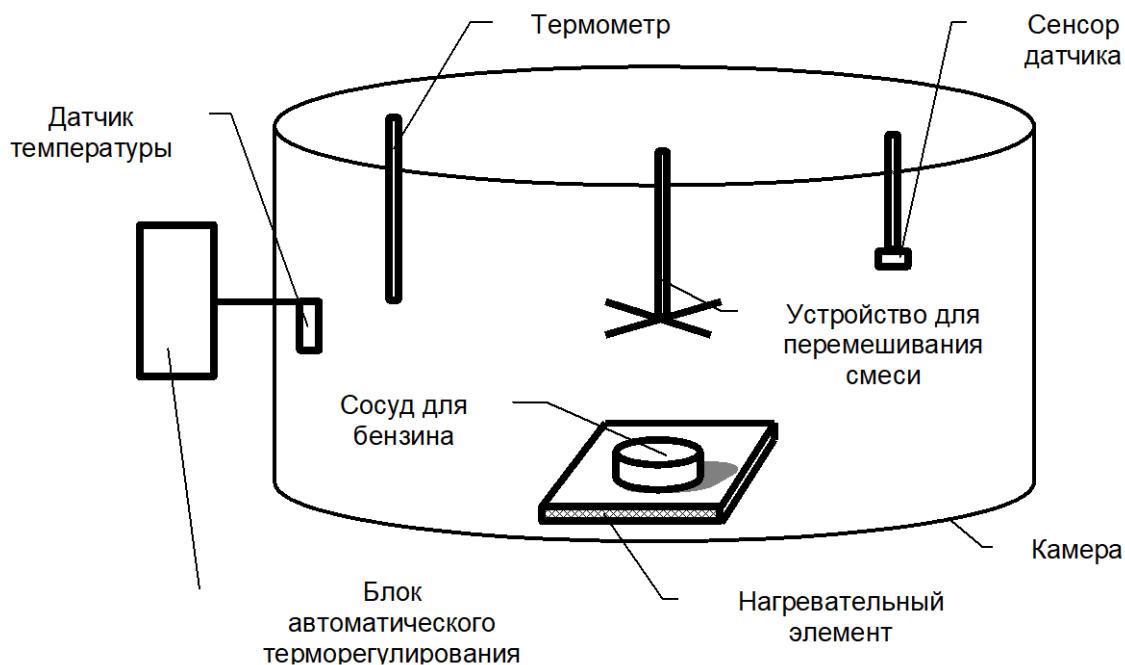

Рис.5. Схема поверки газоанализатора по парам бензина и дизельного топлива.
1) Собрать стенд для приготовления поверочных концентраций паров бензина в соответствии со схемой, приведённой на рис.5 Приложение А.